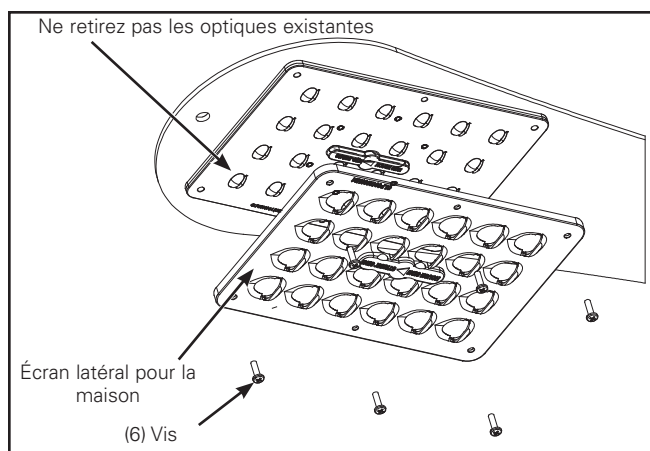

Figure 2.
2. Installez l'écran latéral pour la maison de manière à ce que les six trous soient alignés avec les trous d'optiques existantes. (Figure 2)
Note: Ne retirez pas les optiques existantes. (Figure 2)